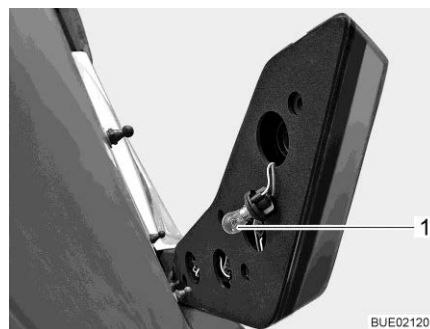

Fig. 164 Luce posteriore
- Accedere al foro dalla parte posteriore dell'involucro. Ruotare e sfilare la cornice (Fig. 164,1) (chiusura a baionetta). Come esempio in figura è illustrata la luce freno.